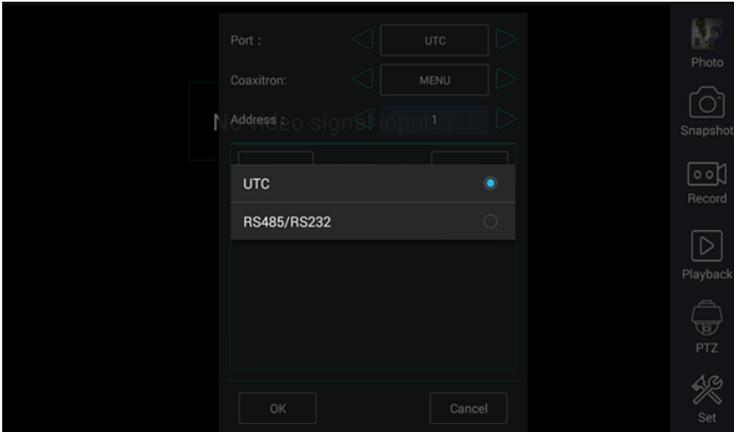

Рис. 93 Выбор UTC для управления PTZ камерой
- 2) Выберите в настройках PTZ порт (Port) – UTC – управление по коаксиальному кабелю (рис. 93) Значение MENU – вызывает OSD меню самой видеокамеры;